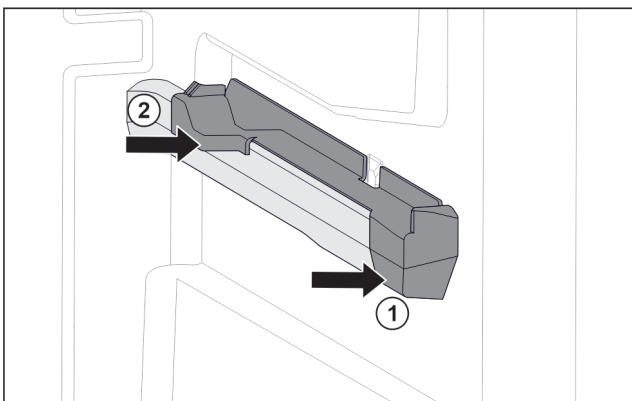

Fig. 63 Påsettsingsdel på høyre beholderribbe
- ▶ Sett på påsettsingsdel foran på beholderribben. Fig. 63 (1)
- ▶ Trykk på påsettsingsdel bak. Fig. 63 (2)